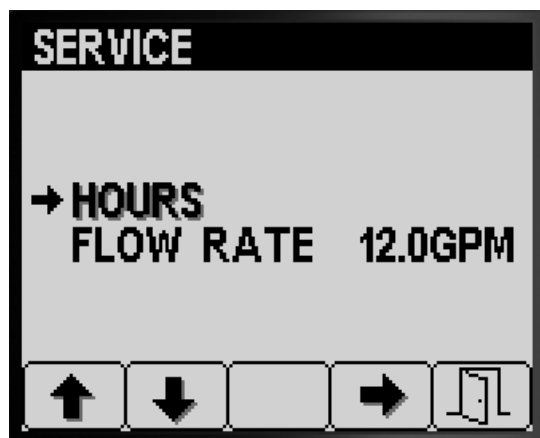

Figure 80
1. Appuyez sur le bouton 1 ou 2 de l'écran Entretien jusqu'à ce l'option HOURS (heures) soit atteinte (Figure 80).
- Appuyez sur le bouton 4 pour sélectionner l'option Hours (Figure 80).